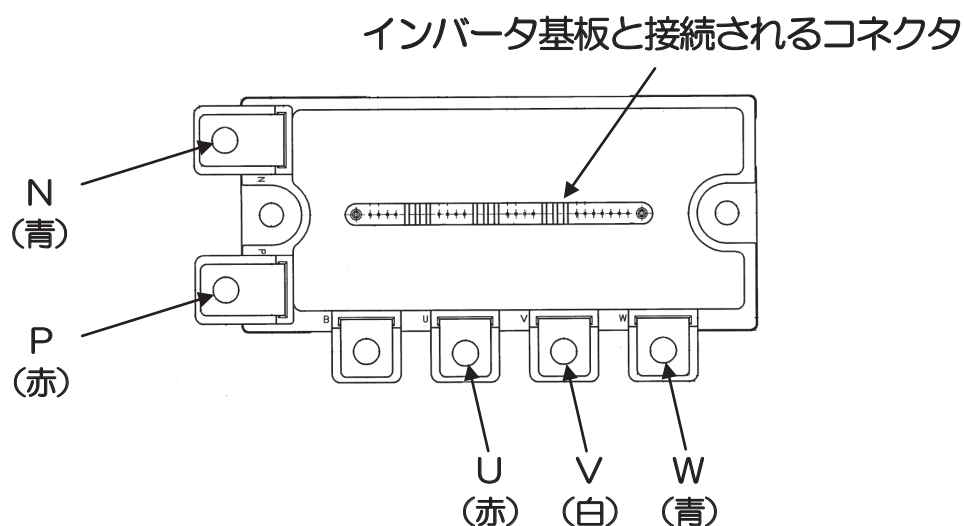

図1 部品配置図
- ② コントロールボックス内を開口してください。
- ③ パワートランジスタのU、V、W、P、Nの配線を外してください。（図1 部品配置図参照）
- ④ インバータ基板を取外した後、トランジスタモジュール用のねじを外してトランジスタモジュールを取外してください。
- ⑤ トランジスタモジュールの裏面全面に付属のシリコングリースを均一に塗布してから取付けてください。
- ⑥ コネクタがかみ合っている事を確認してインバータ基板を取付けてください。
- ⑦ 配線（U、V、W、P、N）を接続してください。
- ⑧ コントロールボックスを元通りに組み立ててください。